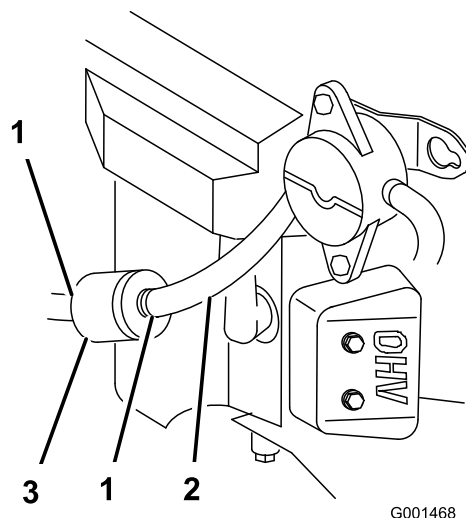

Bild 38
4. Drücken Sie die Enden der Schlauchklemmen zusammen und schieben Sie sie vom Filter weg (Bild 38).